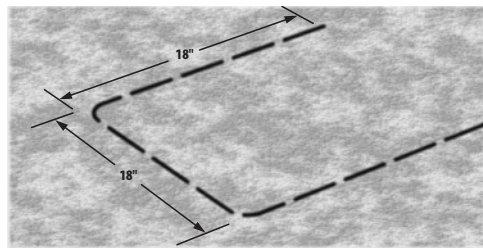

Figura 3
- Utilizando una pala recta, trace tres lados de un cuadrado de 45 cm de ancho por 45 de largo y 15 cm de fondo (18"x18"x6"). La hendidura debe tener forma de U (consulte la figura 3) Hunda la pala bajo el césped unos 10 cm (4") y enrolle la capa de césped para dejar al descubierto la tierra a unos 8-10 cm de profundidad (3" - 4"). Aproximadamente a 15 cm (6") de uno de los lados de esta abertura, cave una abertura similar y un agujero lo suficientemente grande para alojar una arqueta de 18 cm (7"). Esta arqueta (cuadro de cableado) se utilizará para empalmar los cables adicionales desde el sensor hasta el cable zonal identificado en el paso 3. Cave una zanja estrecha desde el lugar de la arqueta de 18 cm (7") hasta la base de la abertura cuadrada de 45 cm (18") realizada para el sensor (consulte la figura 4).